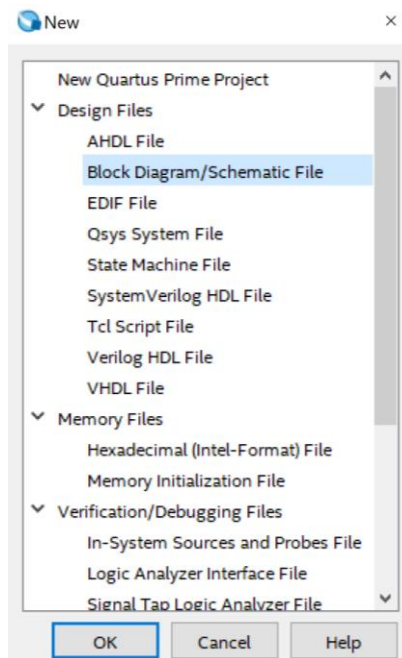

Figura 11. Creación de un archivo Editor Gráfico
11. Proceda a crear un archivo editor gráfico, para ello haga clic en **File**→**New**, y seleccione **Block Diagram/Schematic File** tal como se muestra en la Figura 11.